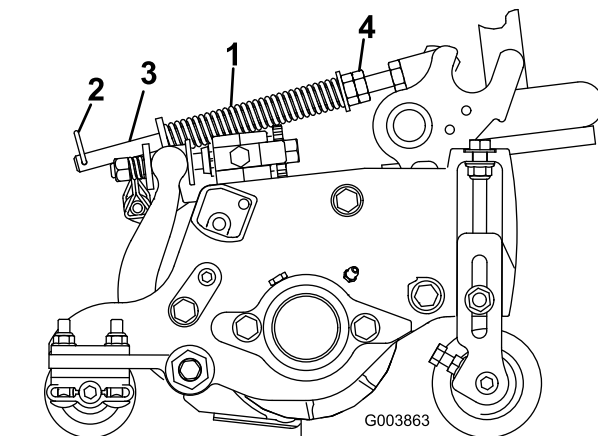

図 14
2. スプリングロッド前部の六角ナットを締めて、スプリング圧縮状態の長さが15.9 cm になるようにする 図 14。
ターフ補正スプリング 図 14 は、前ローラから後ローラへと、カッティングユニットの体重移動を行います。これにより、マーセリングやボビングと呼ばれる「波打ったような」仕上がりを防いでいます。
1. スプリングロッドの後穴にヘアピンコッターを忘れずに取り付けてください 図 14。